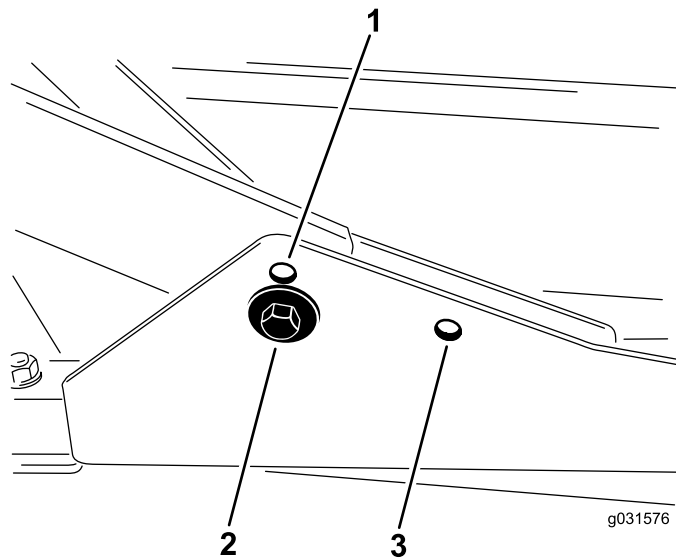

Figura 17
1. Per altezze di taglio comprese tra 2 e 7,6 cm, montate i telai portanti anteriori nei fori di montaggio anteriori inferiori (Figura 17).
- Per altezze di taglio comprese tra 6,3 e 10 cm, montate i telai portanti anteriori nei fori di montaggio anteriori superiori (Figura 17).
Per tutte le altezze di taglio, montate l'apparato di taglio posteriore nei fori di montaggio posteriori (Figura 17).